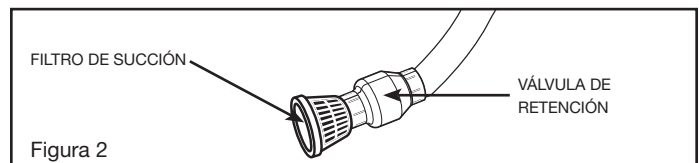

Figura 2
3. Se DEBE usar una válvula de retención en la línea de succión para mantener la capacidad de cebado automático. Si no se usa una válvula de retención, se deberá cebar la bomba cada vez que la haga funcionar. Para el mejor funcionamiento, la válvula de contención debe instalarse a la entrada de la línea de succión. (Figura 2)